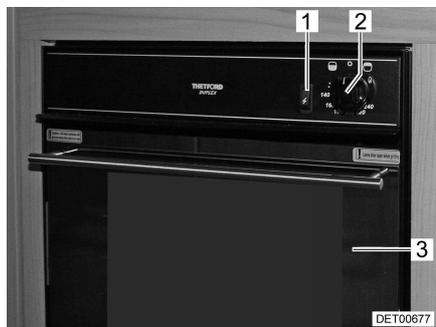
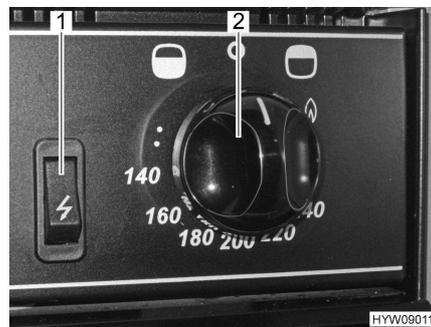

Bild 88 Gasbackofen mit Grill
Bild 89 Bedienelemente (Gasbackofen mit Grill)
- Backofenklappe (Bild 88,3) ganz öffnen.
- Drehregler (Bild 88,2 und Bild 89,2) drücken und entgegen dem Uhrzeigersinn (in Richtung Backofen-Symbol "☺") auf maximale Einstellung stellen.
- Drehregler (Bild 88,2 und Bild 89,2) drücken und 5 bis 10 Sekunden lang gedrückt halten. Es strömt Gas zum Brenner.
- Zündschalter (Bild 88,1 und Bild 89,1) so lange drücken, bis die Flamme brennt.
- Drehregler (Bild 88,2 und Bild 89,2) drücken und im Uhrzeigersinn (in Richtung Grill-Symbol "") auf das Flammensymbol stellen.
- Drehregler (Bild 88,2 und Bild 89,2) auf "O" drehen. Die Flamme erlischt.